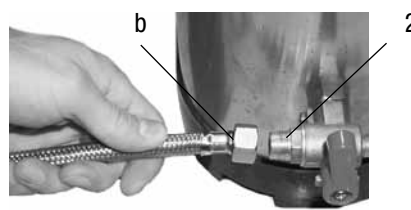

Figura 2
- 2) Collegare il tubo **b**, dell'aspirazione della pompa interna, con il rubinetto **2** dell'addolcitore (figura 2).